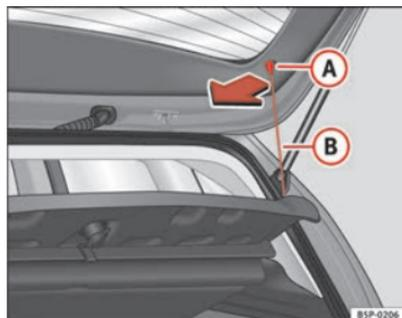

Fig. 123 Plage arrière
- Décrochez les tirants ⇒ fig. 123 (B) de leurs logements (A).